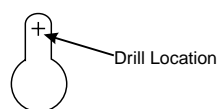

Figure 4
5. Position channel ③ in desired mounted position and mark center point in small portion of keyhole slots. Drill 1/16" diameter x 1/4" deep pilot holes at marked locations. **See Figure 4.**
6. Partially engage channel mounting screws ④. Lift and shift channel into position and tighten screws.
5. Placer le boîtier ③ à la position de montage désirée et marquer un point au centre de la petite partie des rainures en trou de serrure. Percer des trous de guidage de 1/16 po dia. X 1/4 po aux endroits choisis. **Voir la Figure 4.**
6. Insérer quelque peu les vis du boîtier ④. Soulever et placer le boîtier en position puis serrer les vis.